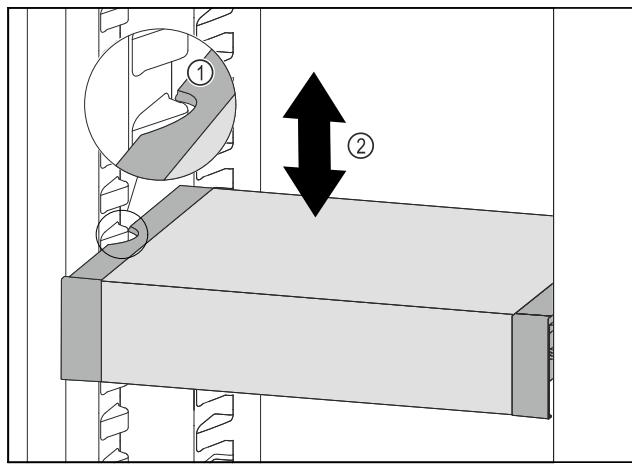

Fig. 78
- Потягнути VarioSafe вперед, поки бокові заглиблення VarioSafe не опиняться на рівні ребра для резервуара в охолоджувальному відділенні. Fig. 78 (1)
- ▶ Пересувайте VarioSafe вгору або вниз в охолоджувальному відділенні до тих пір, поки не досягнете бажаної висоти. Fig. 78 (2)